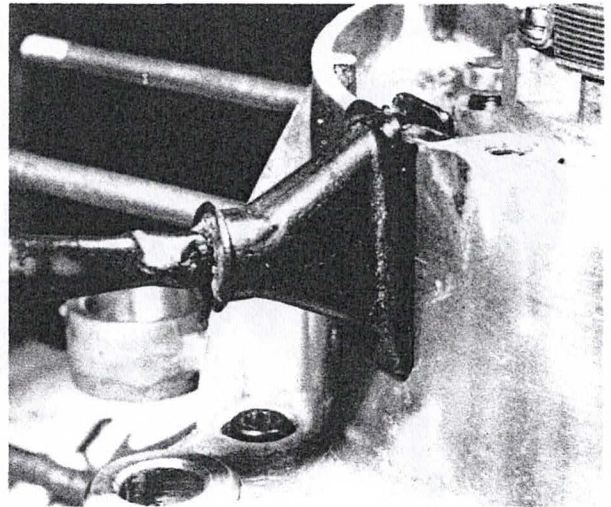

Bild 83
- Die Statorgrundplatte einbauen, wobei die Gummifülle für die elektrischen Kabel in den vorderen Schlitz des Kurbelgehäuses eingelegt werden soll (Bild 83). Die Statorgrundplatte auf die Marke ausrichten, die vor dem Ausbau angebracht wurde, und die drei Klemmschrauben einsetzen und anziehen.